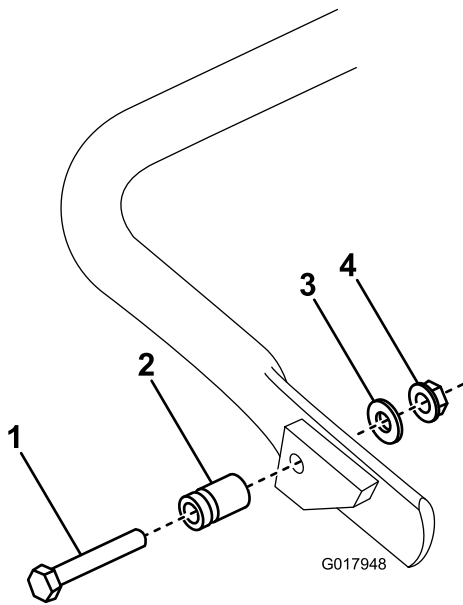

图5
1. 仅限型号 04056 使用提供的螺栓、垫圈和凸缘螺母将弹簧柱螺栓连接到支撑架的右侧图5。